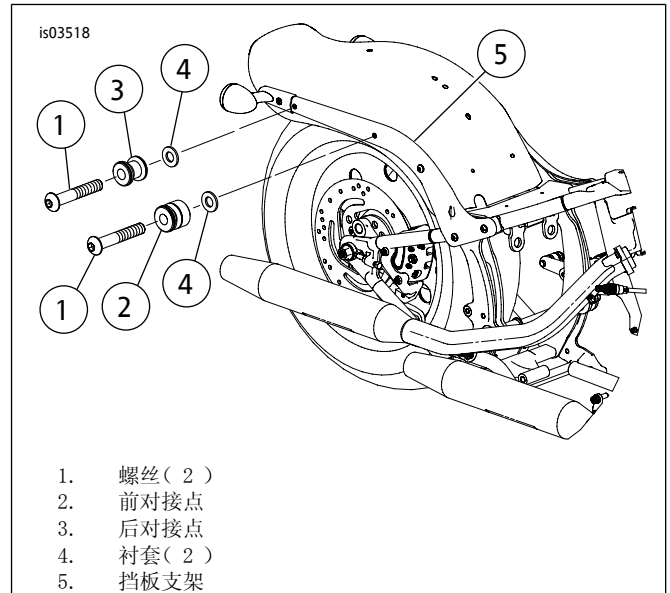

图1。原有五金件( 带有对接点 )
2. 已安装对接点： 参见图1。从挡板支架( 5 )上拆下螺丝( 1 )、前对接点( 2 )、后对接点( 3 )和衬套( 4 )。丢弃螺丝，但保留对接点和衬套以便安装套件。之前未安装对接点：